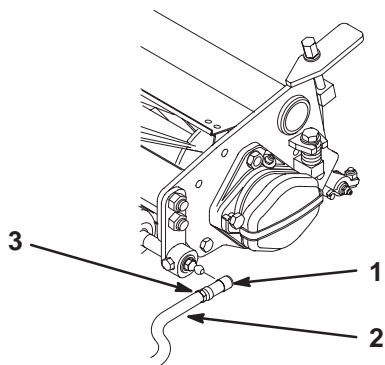

Figure 13
- Alignez les boîtes des rotules de sorte que le côté ouvert soit centré vers la sphère. Serrez les contre-écrous pour fixer les boîtes de rotules en position (Fig. 13).